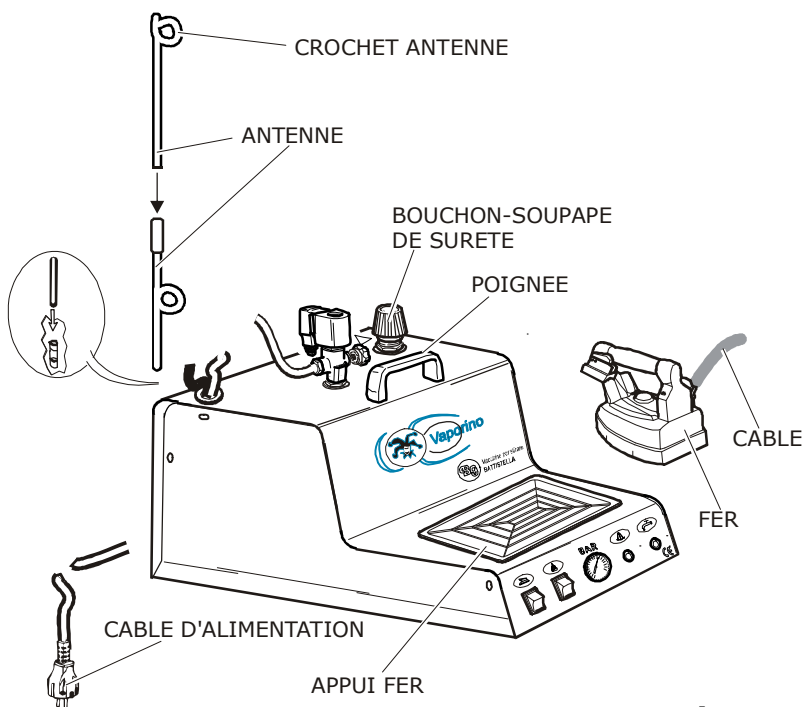
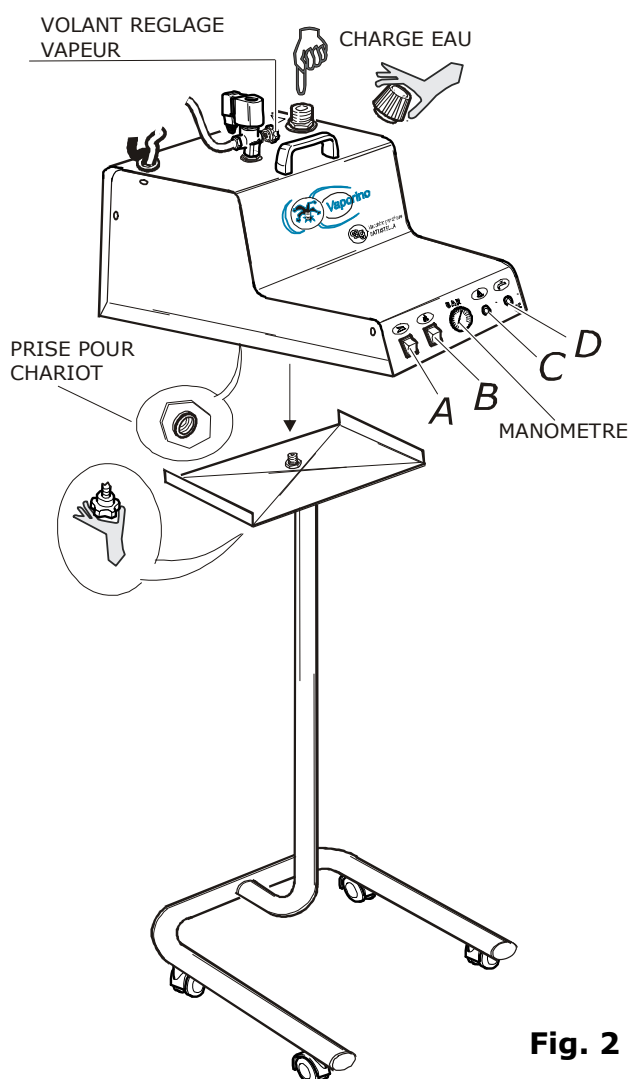
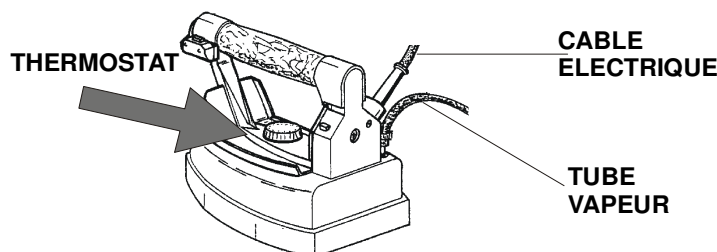
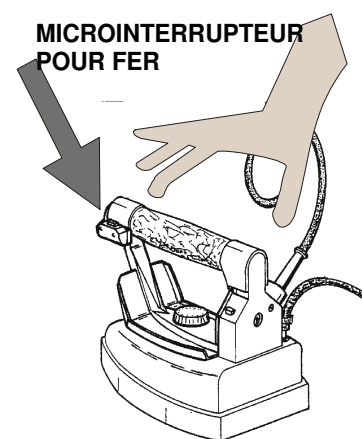

Fig. 1
Fig. 2
Fig. 3
Fig. 4
Pour le déplacement de VAPORINO, utiliser exclusivement la poignée spéciale. Ne tirez jamais ses câbles électriques (fig. 1).
2. Extraire VAPORINO de sa boîte, assembler les deux pièces de l'antenne et le mettre dans le porte-antenne spécial derrière la machine (fig. 1), prenant soin de l'introduire bien jusqu'au fond.
4. Appuyer le fer sur son appui fer en gomme (fig. 1).
5. Pour VAPORINO équipé avec chariot, visser la poignée du chariot sur la prise spéciale qui se trouve sous la base de la machine (fig. 2).
1. Dévisser le bouchon soupape de VAPORINO (fig. 1), remplir la chaudière d'eau (fig. 2) jusqu'au débord ou à volonté. On conseille de remplir la chaudière en utilisant un entonnoir. Visser le bouchon à nouveau par la part en plastique, prenant soin de ne le brider trop sinon la garniture s'abîme. **N.B.** éviter de perdre de l'eau sur l'extérieur de la machine; au cas où ça se passe, sécher tout de suite pour éliminer le risque de décharges électriques.
3. Allumer l'interrupteur de la chaudière (fig. 2 B), celui du fer (fig. 2 A) et régler le thermostat (fig. 3) sur la position "coton". N.B. pour les fers mod. Tulipano, on doit le régler sur fin «laine» - début «coton».
4. Attendre que le témoin chaudière s'éteigne (fig. 2 C) (le manomètre devrait marquer 2,5/3 BAR à peu près). Après prendre le fer par le manche en liège et appuyer sur la touche rouge (fig. 4) 3 ou 4 fois, en faisant sortir la vapeur: de cette façon on chauffe les tuyaux qui portent la vapeur au fer et on évite que des gouttes d'eau mouillent les pièces (afin d'éviter dommages à la
personne, il faut tenir le fer dirigé vers le bas). En plus, on peut régler la quantité de vapeur désirée en tournant le volant de réglage vapeur (fig. 2). Maintenant, le fer est prêt pour le repassage. Pendant le travail, le témoin chaudière s'allume et s'éteint continuellement (fig. 2 C).
4. **Il ne faut jamais remplacer le bouchon-soupape (fig. 1) avec des bouchons de nature différente. N.B.: le bouchon-soupape est calibré à 4,5 BAR et, en plus, il a la fonction de soupape de sûreté.**
1. Passer le fer sur les pièces s'appuyant sur la touche rouge de la vapeur à intervalles réguliers (fig. 4). Pour un bon repassage, on conseille de positionner le thermostat du fer (fig. 3) sur «coton» (**N.B.** pour les fers mod. Tulipano, on doit le régler sur fin «laine» - début «coton»).
4. Pour le repassage à sec, on peut régler le thermostat (fig. 3) sur différentes positions selon le type de tissu (se rapporter aux indications dans les pièces).
5. Quand on utilise une table qui n'est pas aspirante, des taches d'eau circulaires pourraient se former à cause de la vapeur condensée. Pour éviter ce problème, ajoutez un feutre sous le normal rembourrage et réglez le flux de vapeur au minimum en tournant le volant de réglage vapeur (fig. 2).
Si l'eau termine pendant le repassage, le témoin «sans eau» s'allume (fig. 2 D). Il faut donc éteindre VAPORINO en détachant le courant; tourner de 360° le bouchon soupape (fig. 1) et attendre que la vapeur sort complètement (le manomètre doit marquer 0 BAR). Dévisser le bouchon avec attention et attendre quelques minutes. Ravitailler la chaudière en eau jusqu'au débord ou à volonté (4.1). Visser le bouchon à nouveau (fig. 1), allumer VAPORINO et attendre que le témoin chaudière s'éteigne (fig. 2 C). Maintenant le fer est prêt pour le repassage.
Dévisser le bouchon soupape (fig. 1) et tourner VAPORINO à droite pour que l'eau et possibles impuretés sortent.
3. On conseille de remplacer le bouchon soupape chaque 2500 hrs. de travail ou 3 années au maximum (fig. 1). On doit effectuer cette opération avec VAPORINO éteint et froid.
3. le tube vapeur et le câble du fer quand ils sont endommagés (fig. 3).